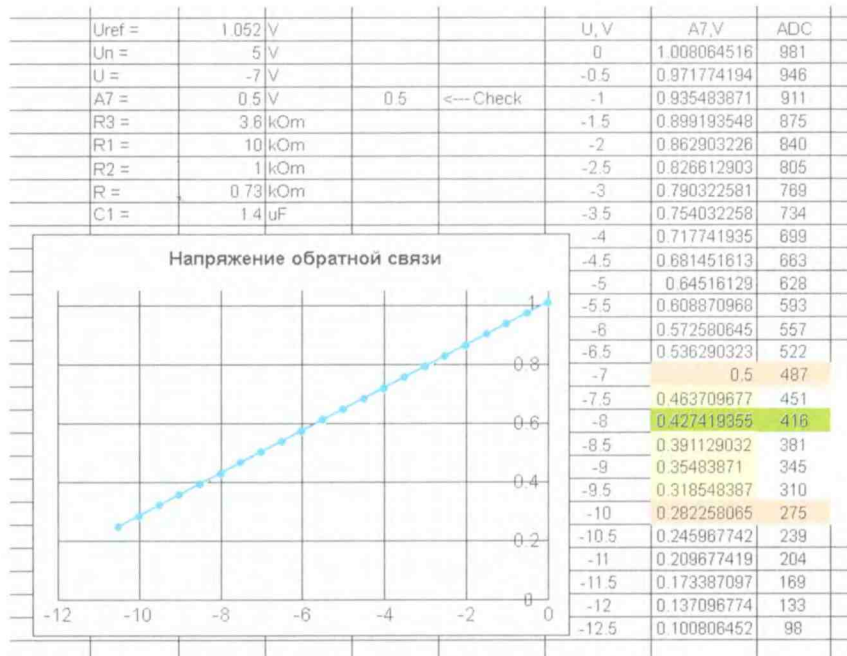

Рис. 5
Уравнение (2) вводим в таблицу Excel и, подбирая сопротивление резисторов R1 и R2 из ряда E24, находим сопротивление резистора R3, как показано на **рис. 5**.